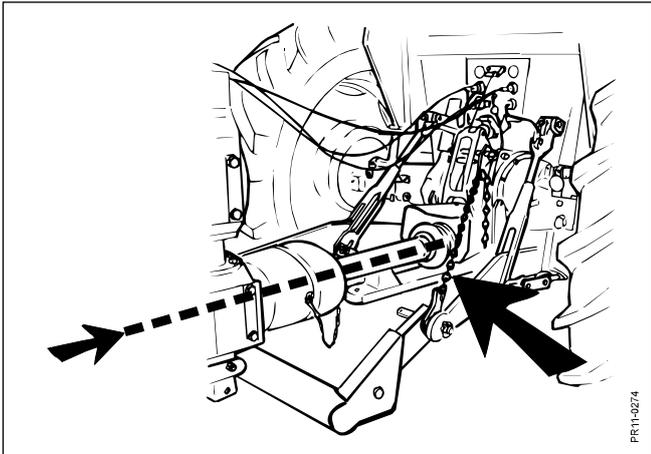

Fig. 2-1
**Fig. 2-1** Die **GMS/GCS** Maschinen werden an die Unterlenker des Schleppers angebaut. Die Zapfen sind für Kategorie II. Für Kategorie III können Buchsen geliefert werden. Die Maschine kann mit verschiedenen Typen von Zugdeichseln geliefert werden. D-Zugdeichsel mit Drehkopfgetriebe vorne (wird als Standard betrachtet) und B-Zugdeichsel mit direkter Transmission ohne Drehkopfgetriebe.